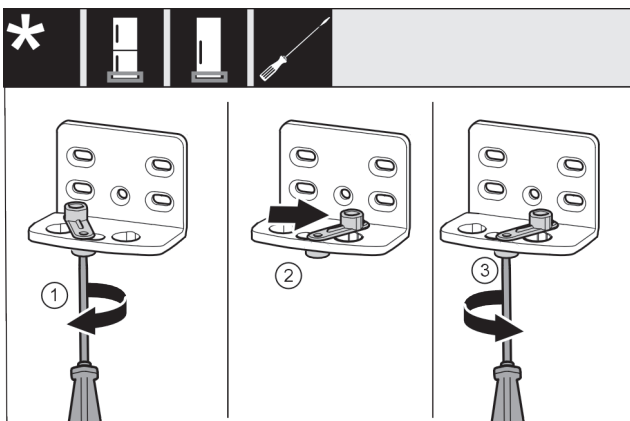

Fig. 15
- Ослабте гвинт Fig. 15 (1) за допомогою викрутки.
- Підніміть допоміжний засіб для закривання дверцят Fig. 15 (2) і поверніть його в отворі на 90° праворуч.
- За допомогою викрутки закрутіть гвинт Fig. 15 (3).